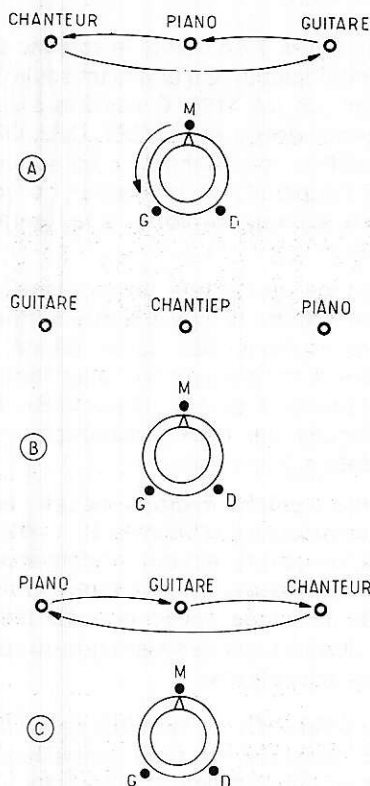

Figure 2
Tout le montage est symétrique. Les effets spéciaux sont obtenus en agissant sur les potentiomètres conjugués R14A - R14B et R15A - R15B. Le potentiomètre double R15A - R15B permet l'effet de rotation et le potentiomètre double R14A - R14B permet l'effet de mélange et de permutation des canaux. Ces potentiomètres doivent être linéaires obligatoirement, pour obtenir correctement les résultats attendus. A la **figure 2** on montre les effets de rotation.
Voyons, ce qui se passe si le bouton est tourné vers les positions extrêmes. En (A) de la **figure 2**, le bouton est tourné à fond dans le sens trigonométrique (opposé à celui horaire). On entend alors les musiciens comme suit : le chanteur se trouve (en apparence) à gauche, le pianiste au milieu et le guitariste à droite.